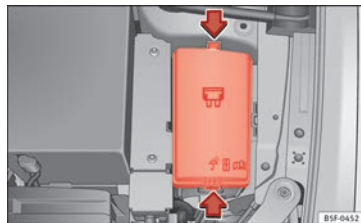

Fig. 203 Dans le compartiment moteur : cache du boîtier de fusibles.
- Appuyez sur les languettes de verrouillage pour déverrouiller le cache de la boîte à fusibles » **fig. 203**.